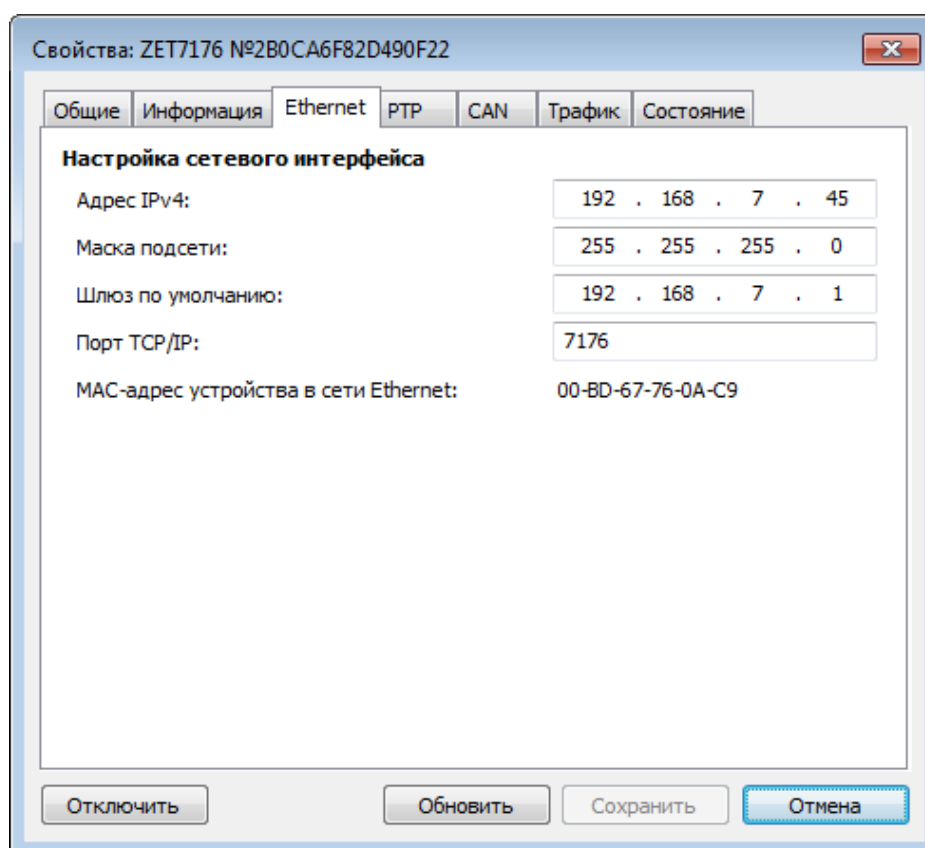

Рис. 2.9 Вкладка «Ethernet»
- во вкладке «Ethernet» в полях «Адрес IPv4», «Маска подсети», «Шлюз по умолчанию» следует задать значения сетевого адреса. Например, для работы в сети класса «С» 192.168.7.0 нужно установить конфигурацию, приведенную на рисунке (Рис. 2.9).